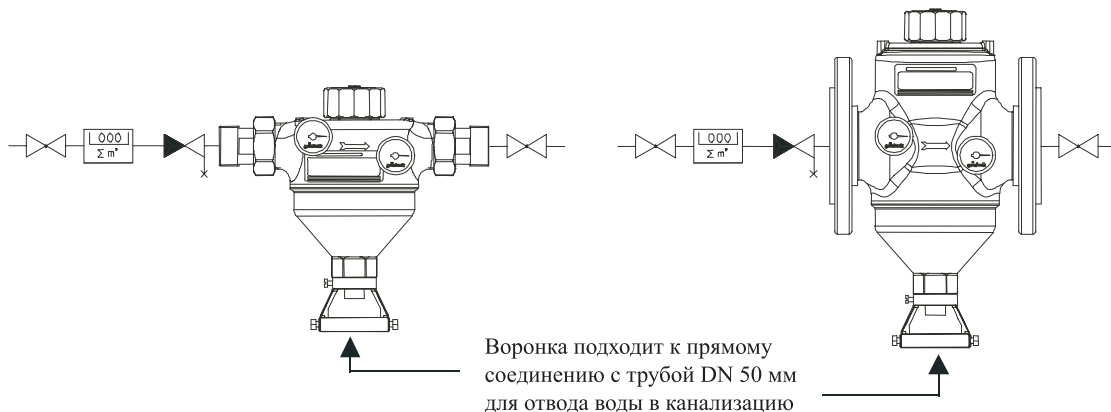

Рис. D-2: Пример монтажа фильтра GENO® - MX
1. Произвести подсоединение к трубопроводу с водой согласно примеру монтажа (рис. D-2 ). При этом учитывайте рекомендации раздела D-1, а также направление потока воды.